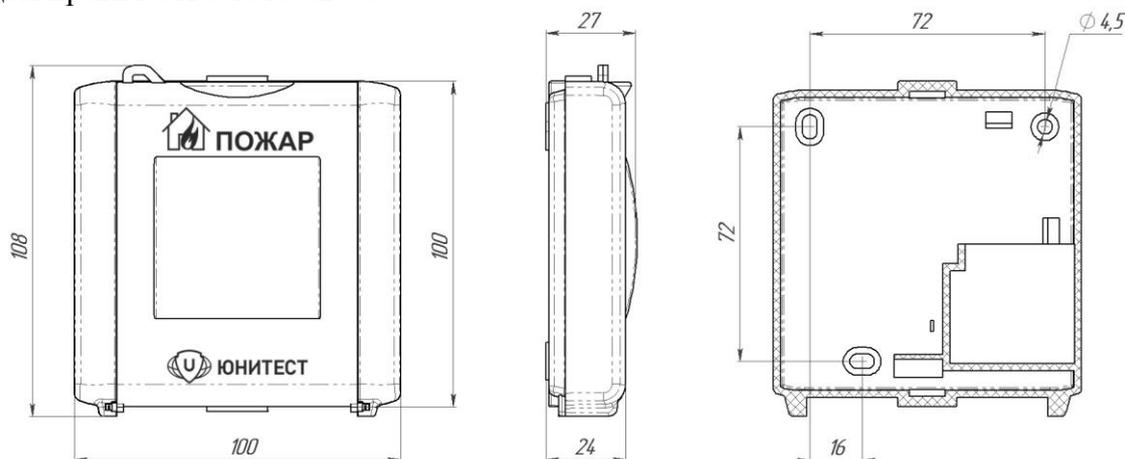
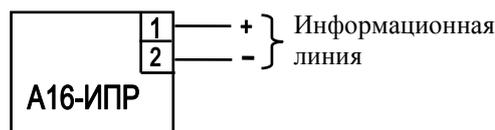

Рис.1. Габаритные и установочные размеры извещателя.
Рис. 2. Назначение клемм извещателя.
2.1.2. Габаритные и установочные размеры показаны на рис.1, назначение клемм – на рис.2.